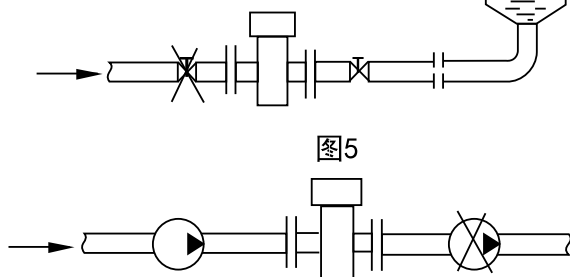

图5
- (5) 长管线上安装流量计应在流量计的下游安装控制阀和切断阀（防止真空）。见图5